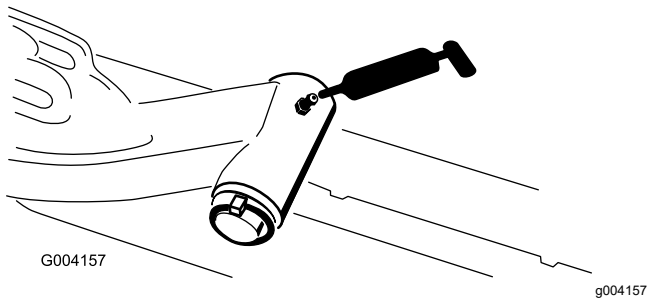

Figure 44
- Axe de pivot des bras de levage (x 1) (Figure 44)